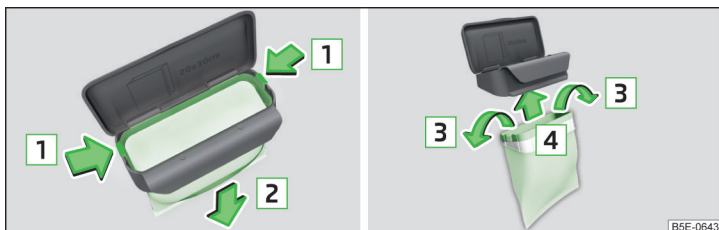

Fig. 83 Înlocuirea pungii
- Comprimați ambele elemente de fixare de pe cadru în sensul săgeții **1** » fig. 83.